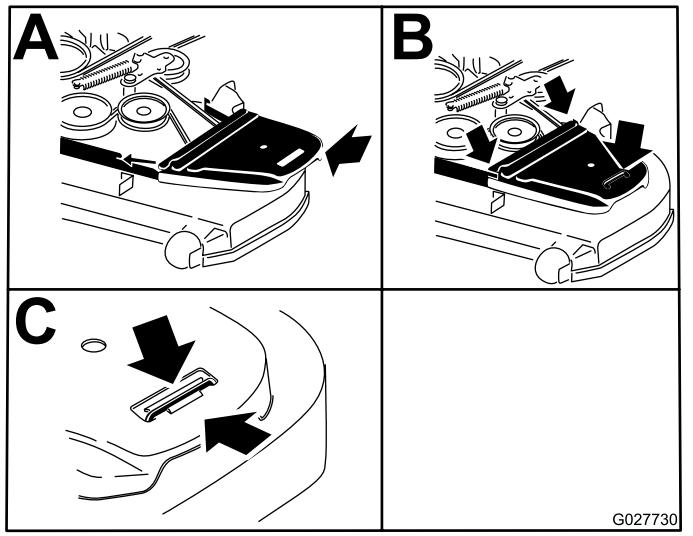

Figure 90
12. Posez les couvercles de courroie (Figure 90).